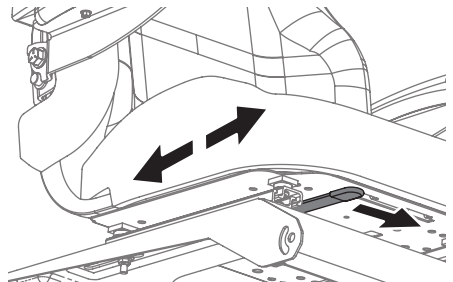

Figura 16
- Suelte la palanca de ajuste. Asegúrese de que el asiento esté fijo en su posición antes de operar el tractor. Consulte la Figura 16.